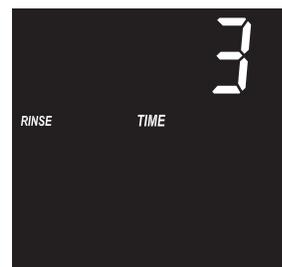

FIG. 29
4. Appuyez à nouveau sur le bouton SELECT pour aller sur l'écran to advance to the "Rinse Time" (temps de rinçage) (Figure 29).